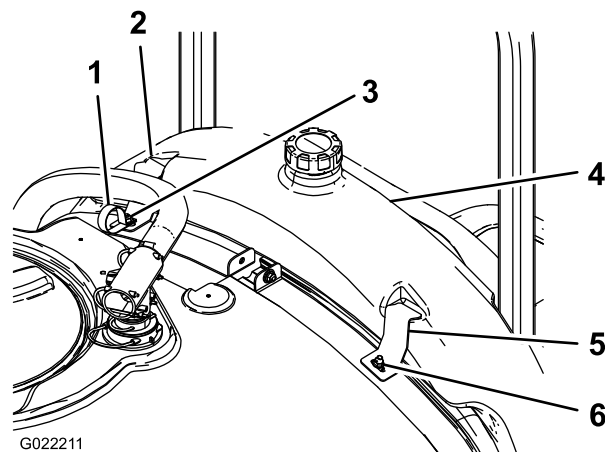

Figura 5
3. Instale el depósito de enjuague, según se muestra en Figura 5.
4. Usando 2 tuercas con arandela prensada, instale los soportes del depósito de enjuague en los pernos de cuello cuadrado que instaló anteriormente (Figura 5).